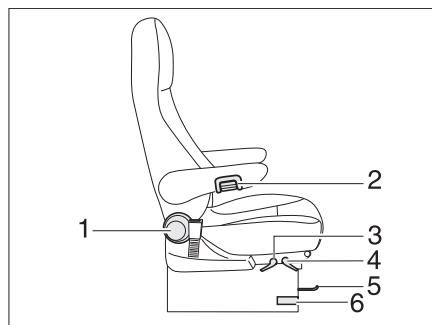

Fig. 90 Sedile del conducente e sedile del passeggero
- Premere o tirare la leva (Fig. 90, 6) per la rotazione del sedile. L'arresto del sedile si sblocca.